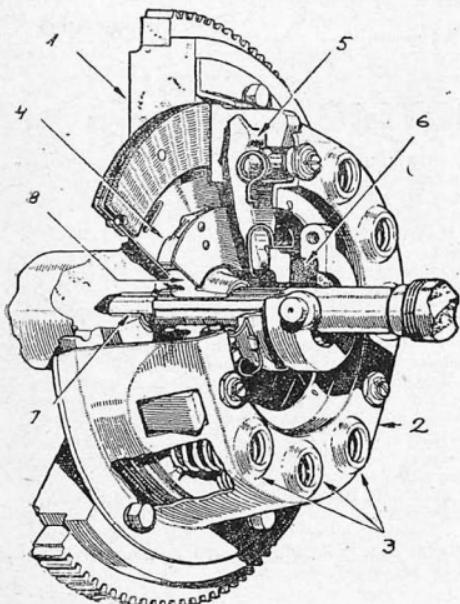

Рис. 1. Разрез механизма сцепления „Борг и Бек“
Механизм (рис. 1) прикреплен к маховому колесу (1) и закрыт стальным колпаком (2) с девятью гнездами для размещения пружин (3), действующих на обтянутый фрикционным полотном (типа ферродо) диск (4). Отжатие пружин производится тремя рычагами (5), имеющими V = образное сечение. Свободные концы рычагов с фасонными проволочными захватами действуют на отводное стальное кольцо с уплотняющей набивкой (6); это кольцо при помощи вилки и системы тяг связано с действующей от ноги шоferа педалью.